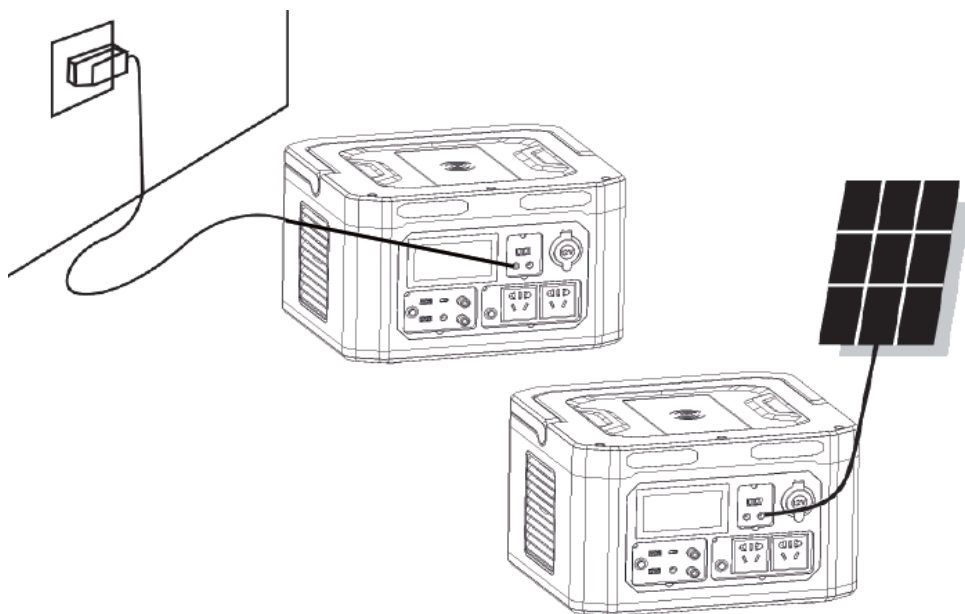

Рисунок 2
2.2.3 Заряджання пристрою – див. Рисунок 2